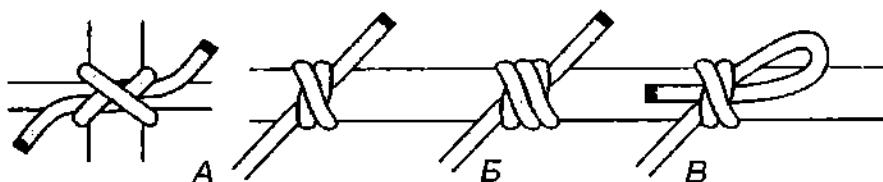

Рис. 657. А – питонов узел; Б – двойной питонов узел – тройной простой узел, завязанный на опоре; В – быстроразвязывающийся питонов узел.
**Питонов узел** – это завязанный на опоре **кровавый (двойной простой) узел** (рис. 657 А). **Питонов узел** намного прочнее **констриктора**, он ещё туже затягивается и ещё труднее развязывается. После сильного затягивания, его практически невозможно развязать. После снятия с опоры **констриктор** рассыпается, а **питонов узел** остаётся завязанным. **Питонов узел** используется в тех же целях, что и **констриктор** – в основном не для привязывания верёвки, а для стягивания, сжимания или скрепления опор.